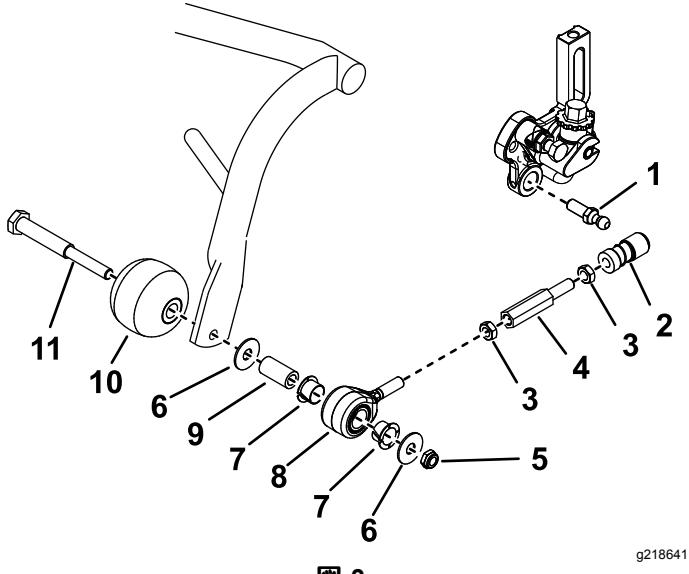

図3
1. スリーブをボールジョイントの位置まで引き戻し、ボールスタッドからレシーバーを外す図3。
2. 芝削り防止ローラとプルリンクアセンブリを左右のキャリアフレームに固定しているロックナットとローラシャフトを取り外す図3。
3. プルリンクアセンブリを分解する図3。